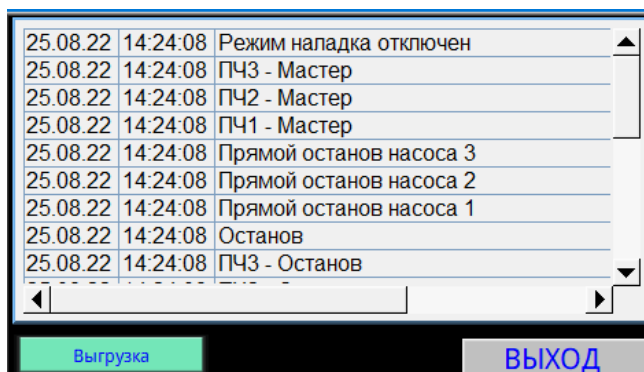

Рисунок 7 Окно «ЖУРНАЛ»
2.2.8. В окне «ЖУРНАЛ» (Рисунок 7) в формате списка отображаются основные события шкафа управления за последние 30 дней с сохранением даты и времени наступления события.